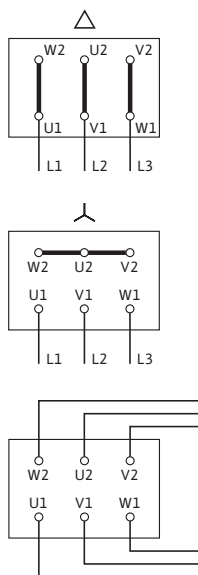

Fig. 12: Netzanschluss
- Das Anschlussschema für den Elektroanschluss befindet sich im Klemmenkastendeckel (siehe auch Fig. 12).
- Der Netzanschluss an das Klemmenbrett ist abhängig von der Motorleistung P_2 , von der Netzspannung und von der Einschaltart. Die erforderliche Schaltung der Verbindungsbrücken im Klemmenkasten ist folgender Tabelle und Fig. 12 zu entnehmen.